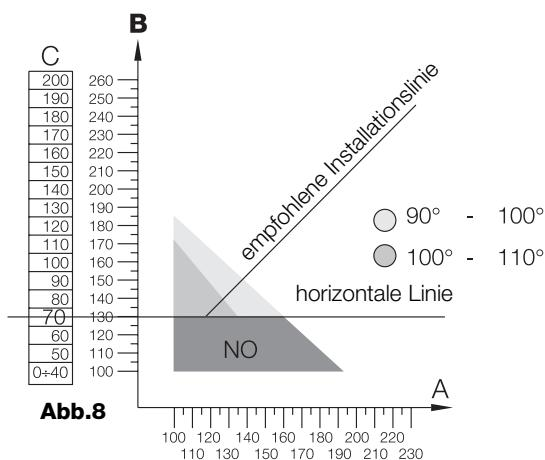

Abb.8
- 1.2 Im Schaubild durch den Wert C eine horizontale Linie ziehen (**Abb.8**).